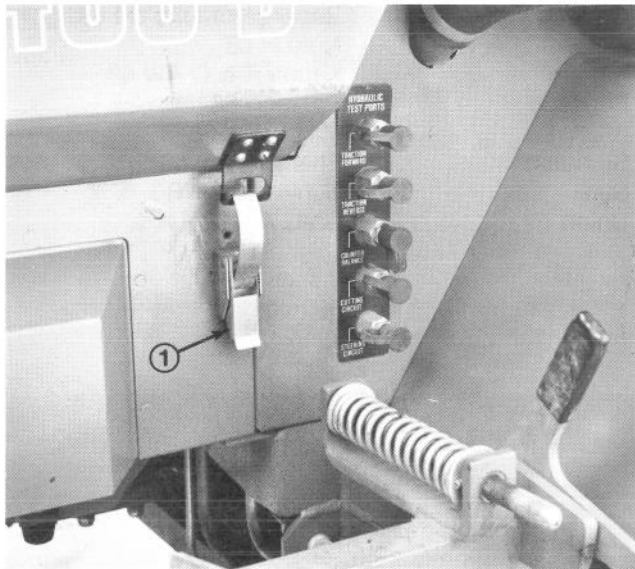

Bild 1
1. Die Maschine auf einer ebenen Fläche abstellen. Die Motorhaubenlaschen lösen (Bild 1).